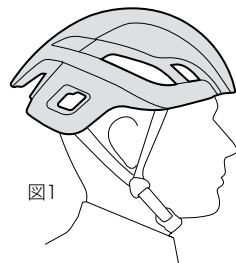

図1
1. 常に、最新の認証基準を満たし、かつ走行の種類に適したサイクリングヘルメットを着用してください(図1)。ヘルメットのフィット調整、使用方法、お手入れについては、必ず製造元の指示に従ってください。重大な自転車事故の多くは頭部損傷を伴いますが、適切なヘルメットを着用していれば回避できた可能性があります。